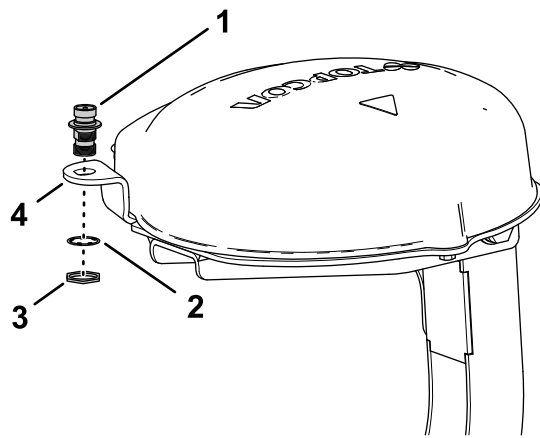

図 157
1. 同軸カップラのねじ部分を下に向けて RTK アンテナ用フランジの開口部に通す 図 157。
2. ロックワッシャとジャムナットで同軸カップラを受信機プレートのフランジに組み付け、ジャムナットを手締めする 図 157。